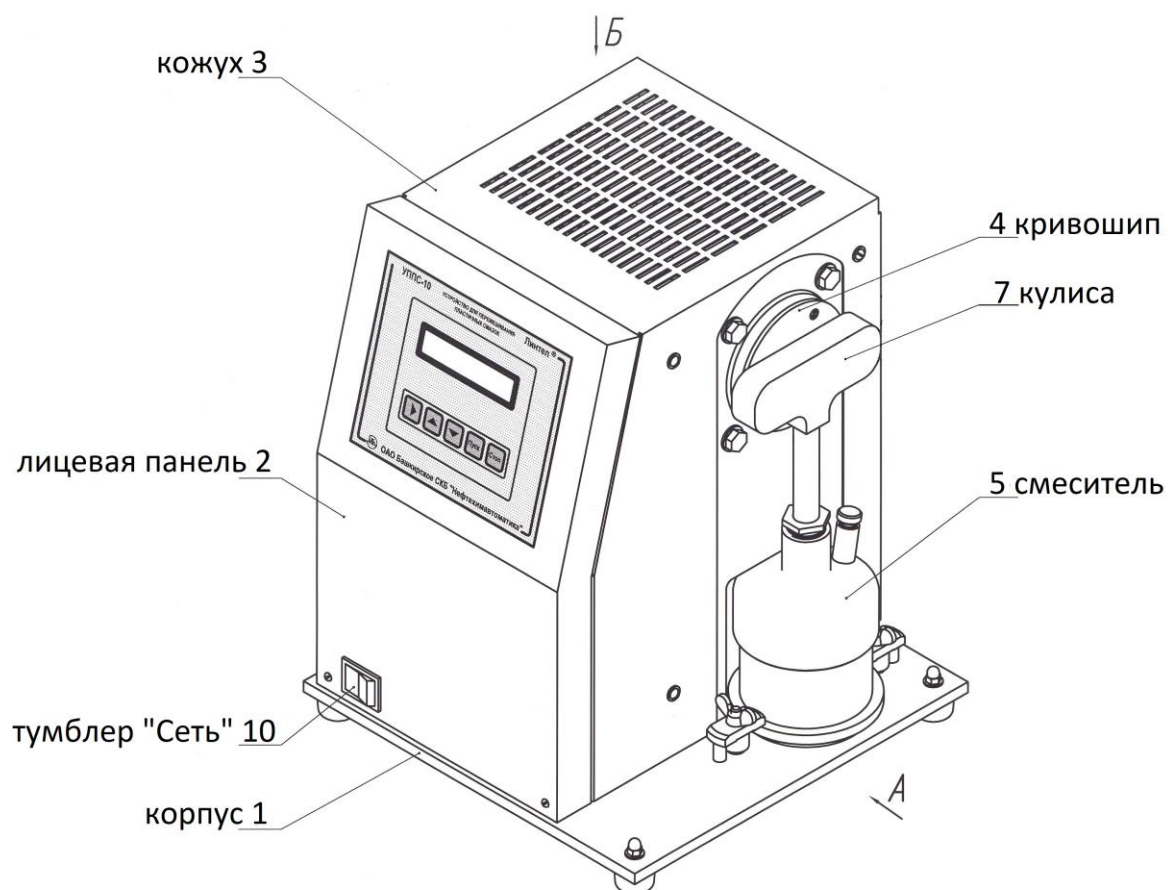

Рисунок 1 – Вид устройства спереди
1.3.3 Устройство (см. рис. 1, 2, 3) состоит из: корпуса **1**, лицевой панели **2** со встроенным тумблером «Сеть» **10**, кожуха **3**, кривошипа **4**, смесителя **5**, автоматического выключателя **9**, кабеля для подключения к сети 400В **13**, привода, включающего в себя мотор-редуктор **6**.
1.3.5 Смеситель **5** (см. рис. 1, 2) устанавливается на основании корпуса **1** и фиксируется двумя зажимами **12** и гайками **11**. При этом кулиса **7** смесителя соединяется с пальцем кривошипа **4** через подшипник **14**.
1.3.6 Кривошип (см. рис. 1) **4** приводится во вращение с помощью мотор-редуктора с частотой перемешивания по ГОСТ 1440-70 (60 двойных ходов в минуту). Включение и остановка, задание числа двойных ходов производится с помощью кнопок управления на лицевой панели **2**.
1.3.8 На лицевой панели **2** устройства (см. рис. 1) расположены кнопки управления:
4.1.6 Установить смеситель в устройство (см. рис. 1, 2) и закрепить гайками 11. При этом кулиса 7 должна быть соединена с кривошипом 4.
При совершении устройством перемешивания не допускается касание руками кривошипа 4 и кулисы 7 (см. рис. 1).